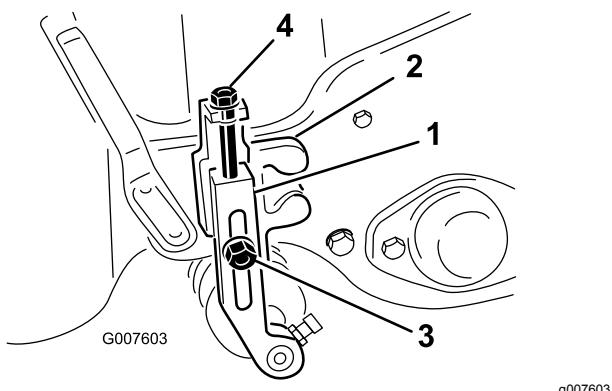

图54
2. 松开将剪草高度臂固定到剪草高度支架上的锁紧螺母 图54。